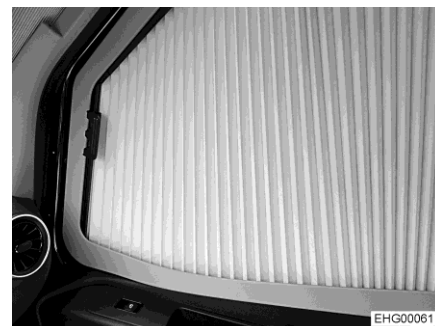

Fig. 43 Estor plegable (ventana del acompañante)
- Tirar el estor plegable con precaución hacia el lado opuesto hasta que el cierre magnético mantenga el estor plegable (Fig. 43) cerrado.